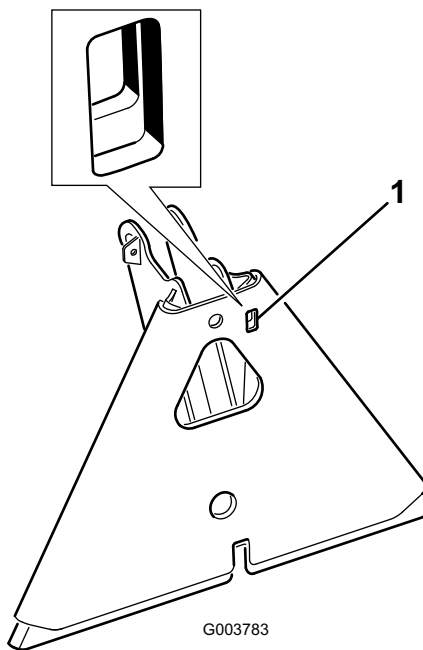

図 18
**注** アタッチメントのアダプタがトラクションユニットのアダプタに引っかかってしまった時は、ボールやドライバーなどをスロットに差し込んで外してください（図 18）。